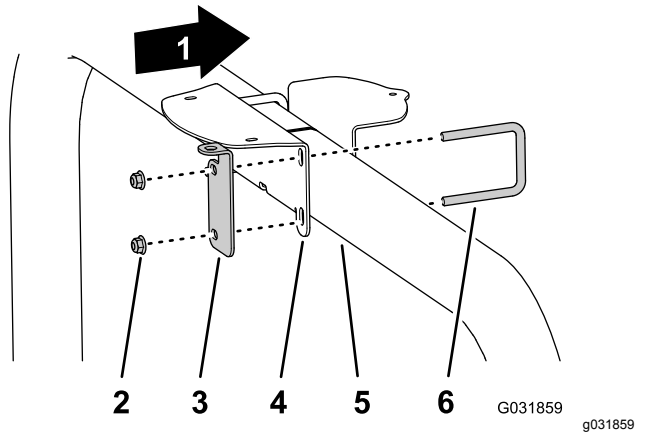

図 125
- GNSS と CDMA または GSM RTK 修正モデムキットを搭載している機体では、Uボルト2本とフランジロックナット4個 $\frac{3}{8}$  inchを使用して、受信機用マウントと共に RTK 用のアンテナブラケットを取り付ける 図 125。